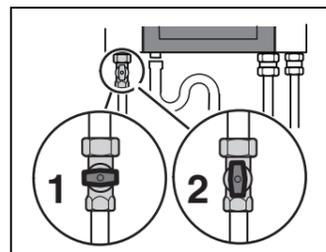

Fig. 3
- Ouvrir le robinet de gaz (→ fig. 3, [2]).
- Sluit de gaskraan (→ fig. 3, [1]).